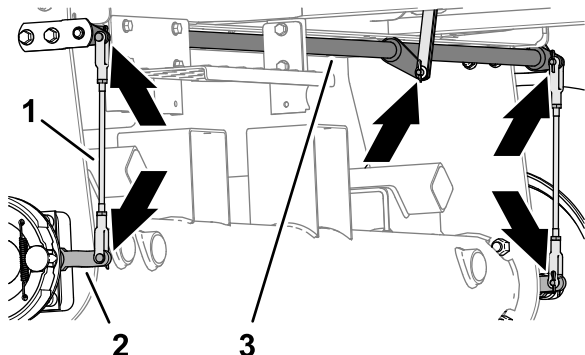

图 70
1. 检查左右制动杆总成图 70 是否损坏和磨损。
2. 检查制动枢轴图 70 是否损坏和磨损。